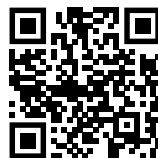

Fig. 74
- ▶ Nyissa meg a Liebherr SmartMonitoring Dashboard oldalt. (lásd Fig. 74)